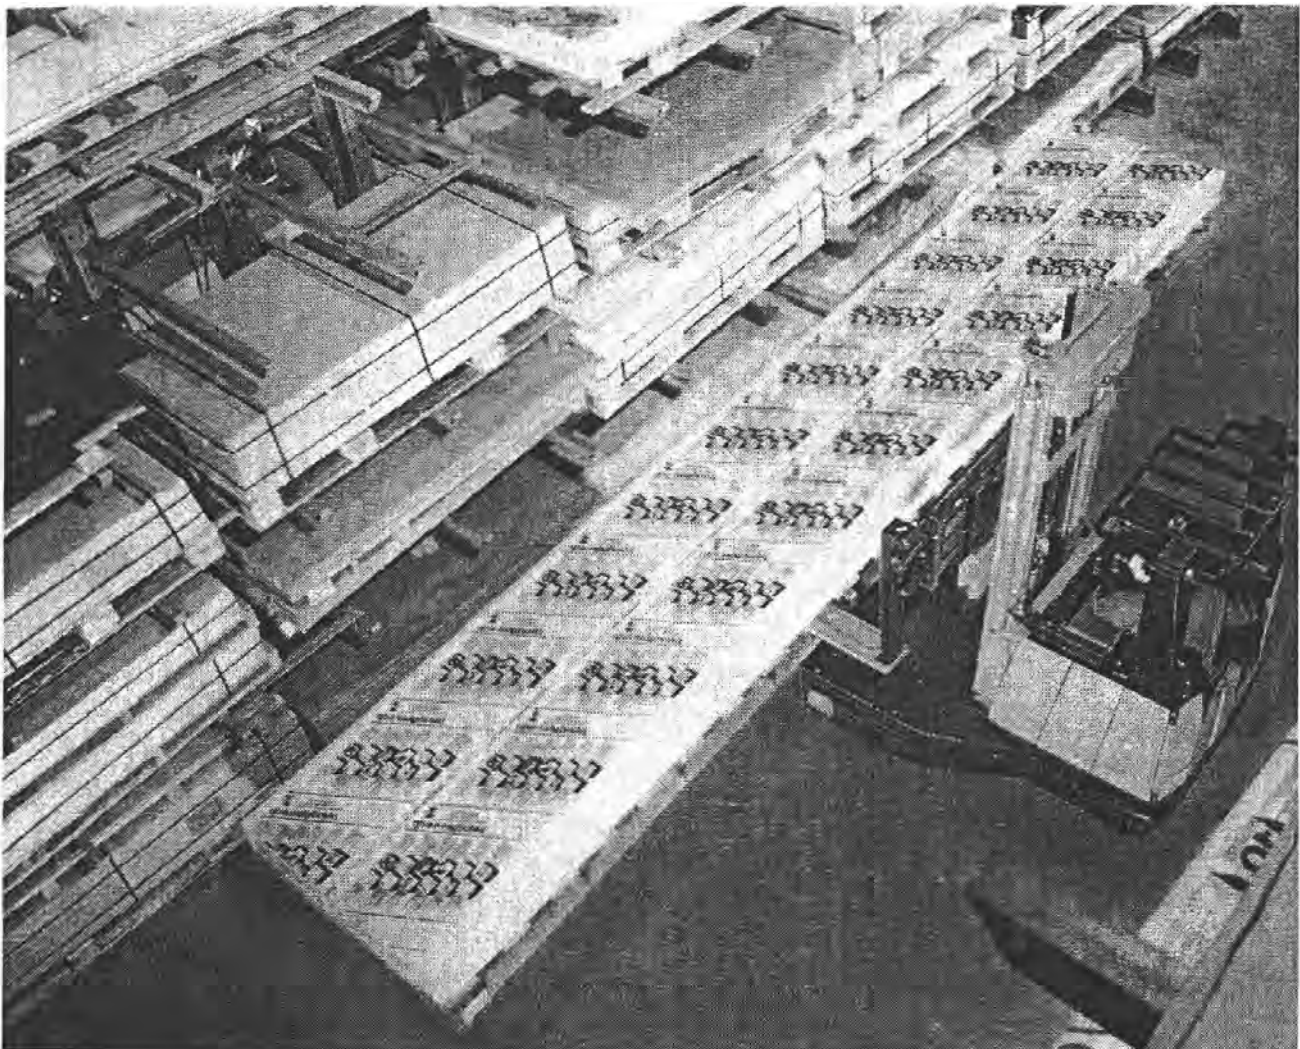

Figura 1.18. Estanterías cantilever
- La imagen de la Figura 1.18 es un ejemplo de estantería cantilever para cargas largas (es carga larga y gran superficie). Las cargas largas se tocan en profundidad en el Capítulo 4.